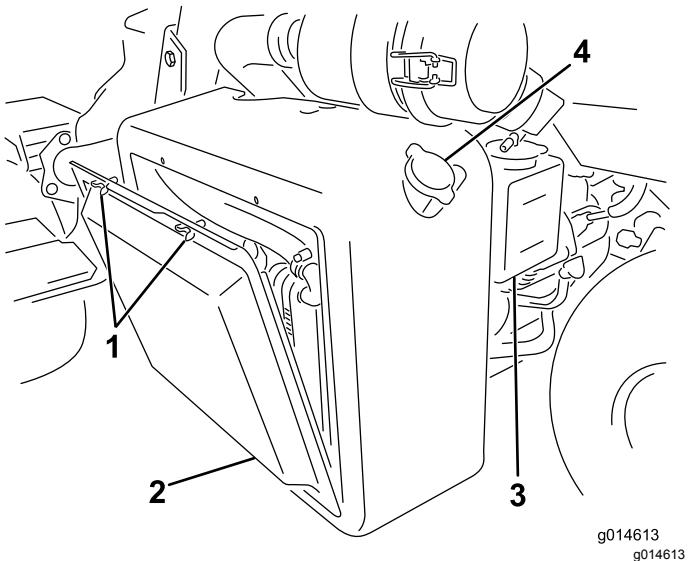
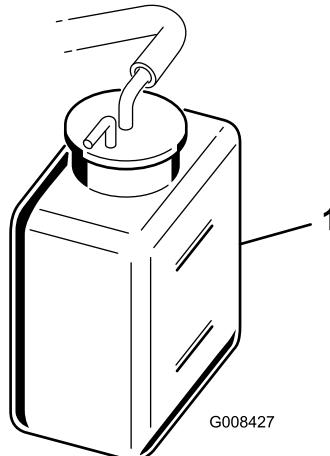

Рисунок 43
Рисунок 44
- Снимите решетку радиатора (Рисунок 43).
2. Проверьте уровень охлаждающей жидкости (Рисунок 43 и Рисунок 44).